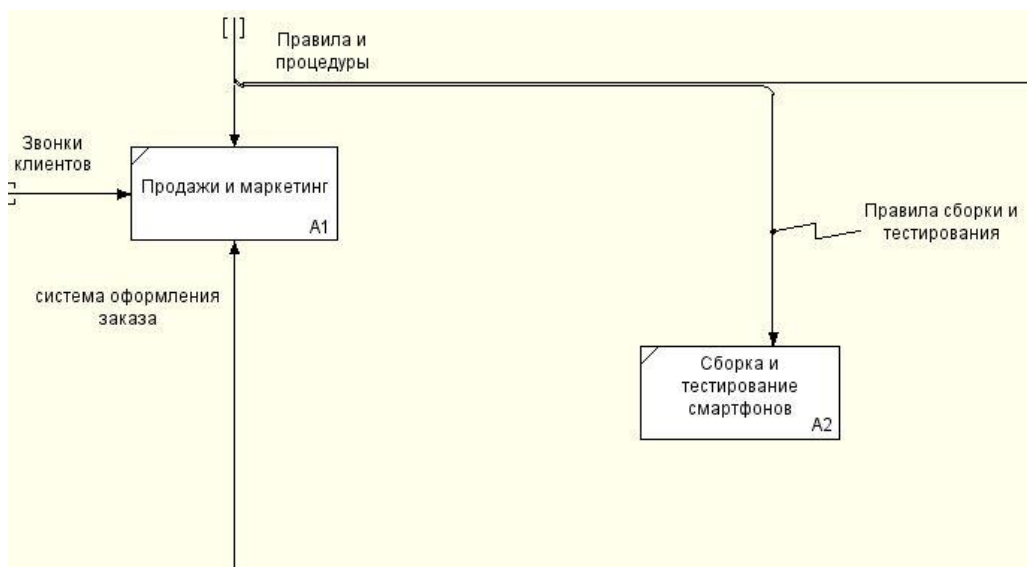

Рис. 2.3 – Присвоение названий ветвям стрелок диаграммы декомпозиции A0
Правой кнопкой мыши щёлкните по ветви стрелки "Сборка и тестирование смартфонов", переименуйте ее в "Правила сборки и тестирования" (рис. 2.3).
2.5. Правой кнопкой мыши щелкните по ветви стрелки механизма работы "Продажи и маркетинг" и переименуйте ее в "Система оформления заказов" (рис. 2.3).